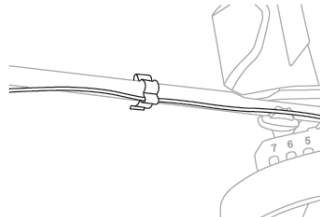

Рис. 6
4. Установите держатель кабеля в показанное место, а затем зафиксируйте кабель (Рис. 6).